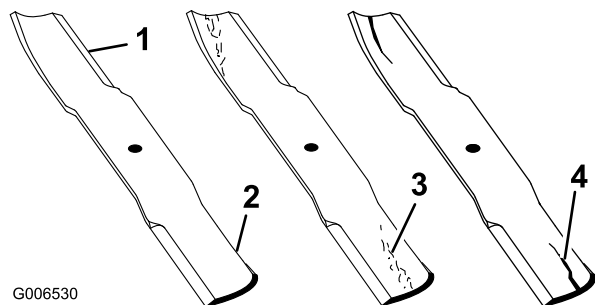

図 40
4. ブレードの切っ先を注意深く観察、特に、直線部と曲線部が交わる部分をよく観察する 図 40。この、直線部と曲線部の交差域は、砂などによる磨耗が進みやすい部分なので、機械を使用するまえによく点検することが必要。磨耗が進んでいる場合 図 40 には、ブレードを交換する カッティングブレードの取り外し (ページ 19) を参照。
ブレードの磨耗を放置すると、ブレードのセイル部と平坦部との間に割れ目が発生する 図 40。この割れ目が拡大すると、最終的にはブレードがちぎれてハウジングの下から飛び出し、これがオペレータや周囲の人に当たると重大な人身事故となる。